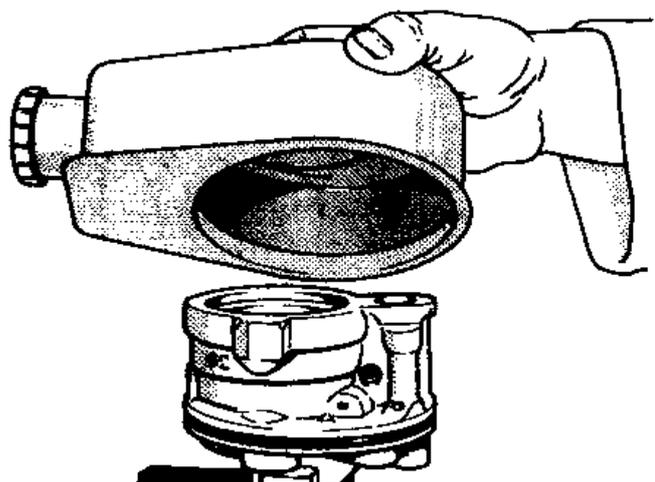

Рис.11.57. Снятие резервуара с корпуса (Разд.41)
9. Крепко, но не туго зажмите корпус насоса в тиски с мягкими губками валом вниз, затем снимите резервуар, осторожно покачав его вперед-назад, чтобы снять с уплотнительного кольца на корпусе (Рис.11.57); снимите с корпуса уплотнительное кольцо.